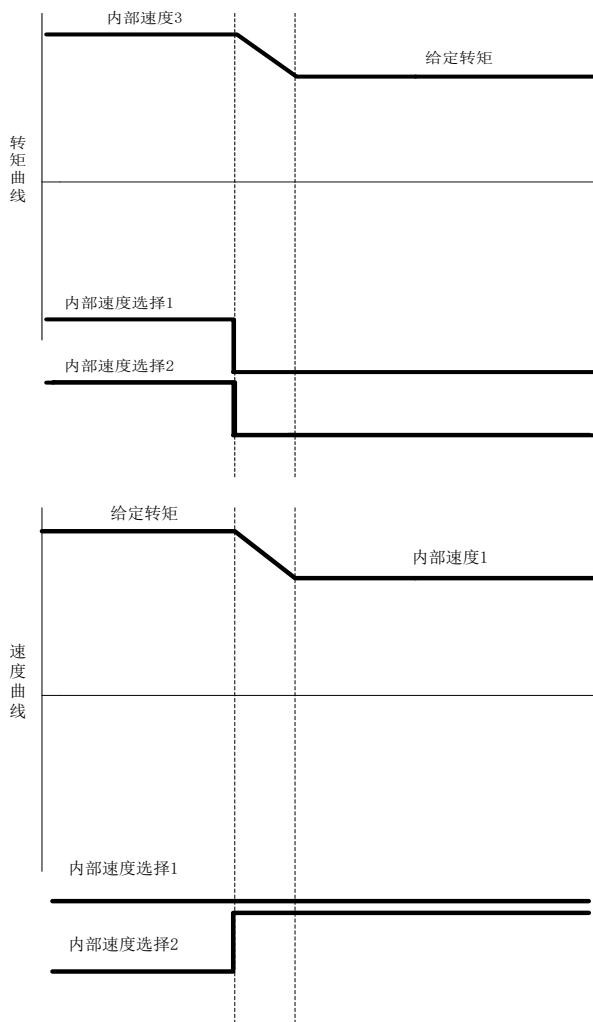

图 6.5.9 速度模式及转矩模式切换时序图
(1) 内部寄存器速度与内部寄存器转矩切换模式、内部寄存器速度与外部模拟量转矩切换模式、如图 6.5.9 所示伺服使能后，当内部速度选择信号有效时，伺服以速度模式运行；当内部速度选择信号无效时，伺服以转矩模式运行。